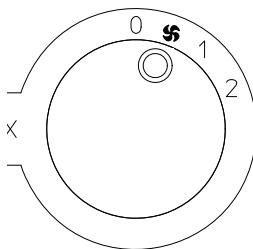

fig. 3
- Zur Aktivierung der Funktion BELÜFTUNG drehen Sie den Knopf "B" so, dass der Bezug "I" (Abb. 1) mit dem Symbol "VENTILATOR" auf der Bedienkonsole zentriert ist (Abb. 3).